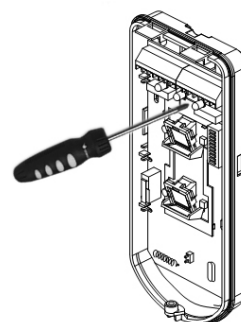

**Figura 7**
4. Fixe a base externa ao suporte rotativo com 2 parafusos presos através dos furos pré-marcados S1 e S2 (Figura 7).
5. Insira o parafuso de fixação do ângulo da base externa (Incluso) através do furo pré-marcado do parafuso de fixação do ângulo S3 na base interna ao suporte rotativo padrão (Figura 7).
Quando as marcas nas duas partes móveis estão alinhadas (Figura 7), o Suporte Rotativo Padrão está na posição vertical / horizontal de 0°. Cada clique a partir desta posição representa um desvio de 5° na posição vertical / horizontal.